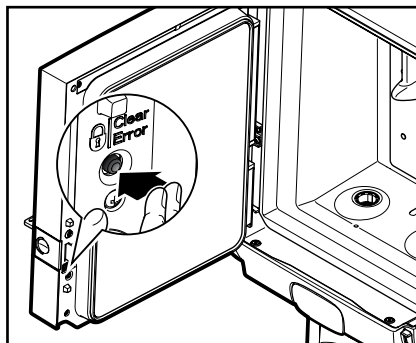

Bild 22
2. Tryck på knappen LÅS/Clear-Error för att blockera serveringsfunktionen (bild 22).
3. Tryck en gång till på knappen LÅS/Clear-Error för att låsa upp serveringsfunktionen igen (bild 22).